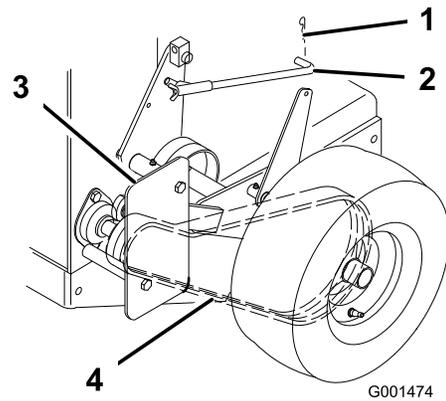

Figure 37
3. Enlevez la goupille fendue qui fixe la tige de frein au bras de frein pour relâcher la poulie de tension de la courroie (Figure 37).
4. Enlevez le boulon inférieur et desserrez le boulon supérieur du déflecteur pour le faire pivoter et accéder à la courroie (Figure 37).
5. Soulevez la courroie et faites-la passer au-delà de la poulie de tension pour l'enlever de la poulie deentraînement (Figure 37).
8. Fixez le déflecteur avec les boulons retirés précédemment, serrés au couple correct (Figure 37).
9. Fixez la tige de frein au bras de frein avec la goupille fendue (Figure 37).